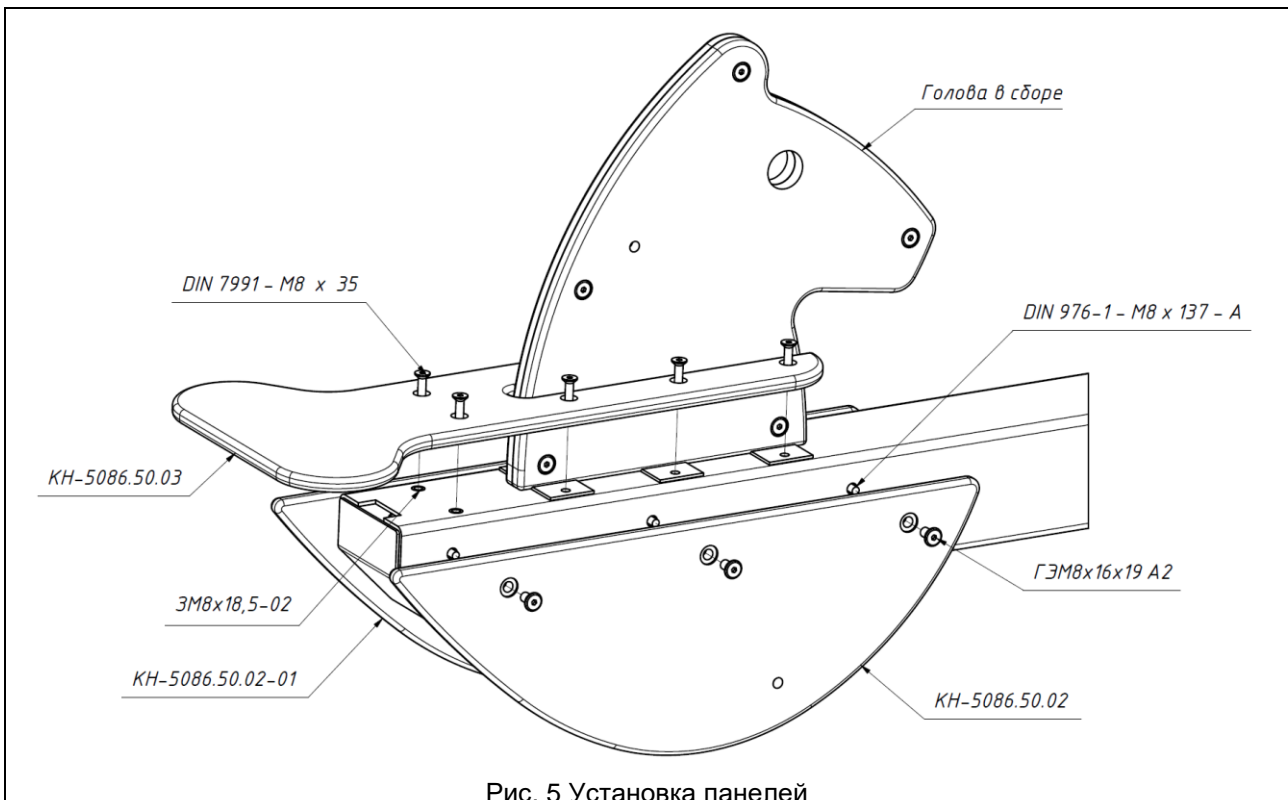

Рис. 5 Установка панелей
23.12. Установить пластиковые панели. Седло КН-5086.50.03 и голову в сборе установить на перекладину при помощи винтов DIN7991-M8x35 и резьбовых заклёпок ЗМ8х18,5-02. Боковые панели крепятся к перекладине шпильками DIN976-1-M8x137 и гайками Эриксона ГЭМ8х16х19 А2 с обеих сторон перекладки (Рис. 5).